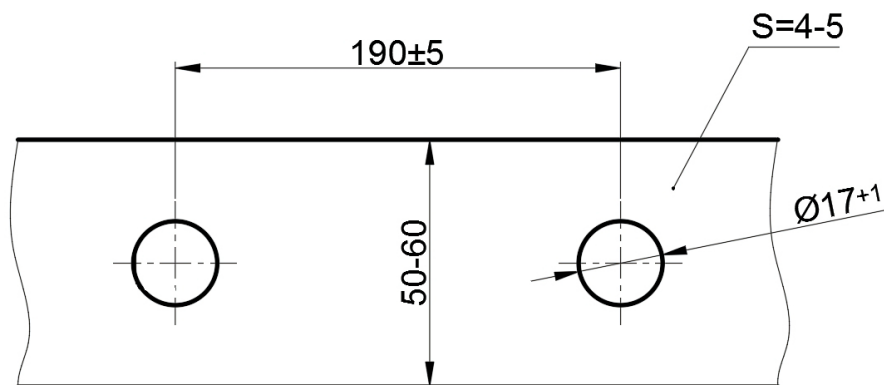

рис.3 – опорная планка
2.1.2 Перед проведением монтажных работ по установке Колонки необходимо изготовить опорную планку (рис.4), из любого подходящего по жесткости металлического профиля (уголок, полоса) согласно рис.3. Длина опорной планки определяется габаритами установочного места.